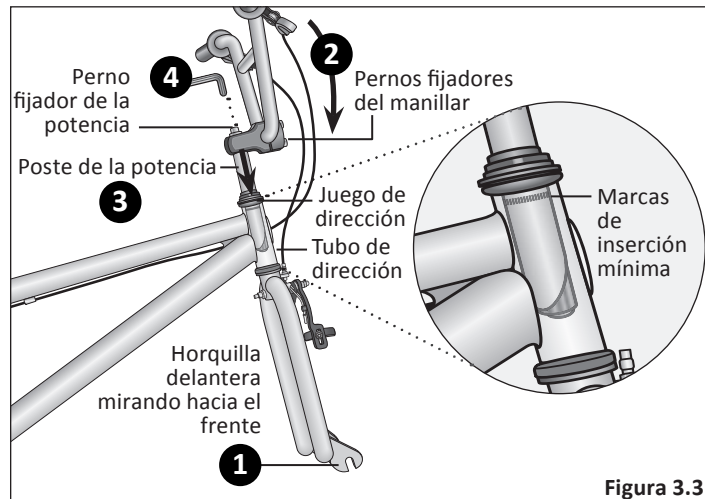

Figura 3.3
- 1 Gire la horquilla delantera para que mire hacia delante. **Figura 3.3**
- 1 Gire la horquilla delantera para que mire hacia delante (es decir: la puntera de la horquilla está en la posición más adelantada). **Figura 3.3**